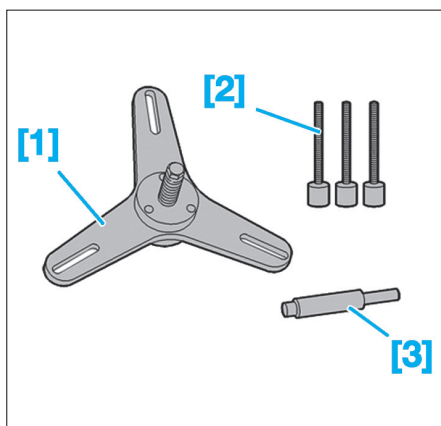

Fig. 1
- [1]. Compresseur de mécanisme d'embrayage (réf : 0217-A) (Fig.1)